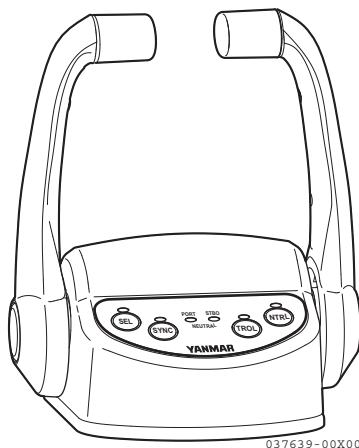
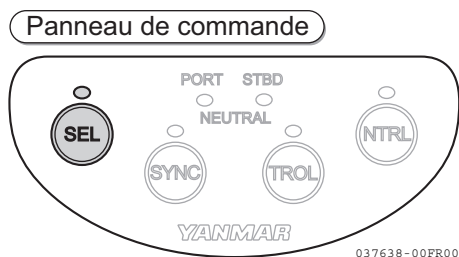

Figure 9
Figure 10
- La lampe du panneau de commande s'allume, et la lampe de la commande de réglage (**Figure 9**) "SEL" (**Figure 10**) va s'allumer ou va clignoter.